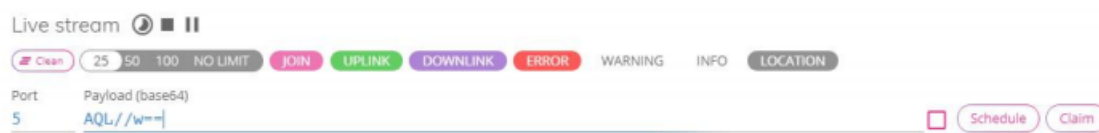

Figura 19: Envio de pacotes
- ▶ Clique no botão Schedule para agendar uma transmissão (classe A) ou Claim para enviar imediatamente (classe C), conforme a Figura 19. A opção Claim só é exibida se o dispositivo estiver configurado como classe C;